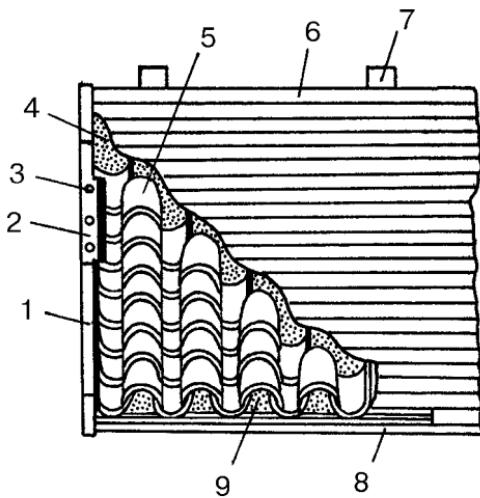

Рис. 61. Устройство кровли из желобчатой черепицы
► **Желобчатая черепица** (рис. 61) используется не только для покрытия конька и ребер, но и для устройства рядовой кровли. Желобчатую кровлю делают обычно на крышах с уклоном 20–33%. При меньшем уклоне вода будет протекать в местах стыков, а при большем уклоне существует опасность того, что черепица сползет с крыши.